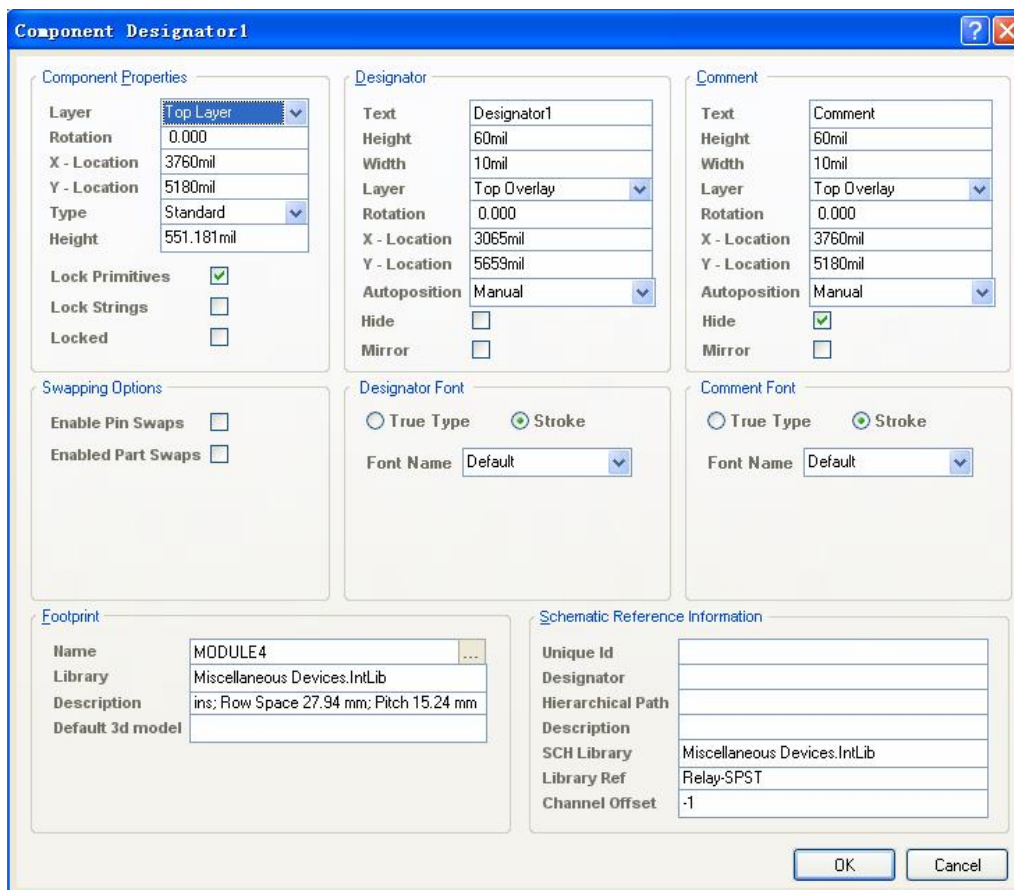

图 5 — 40 组件属性对话框
- 对于 PCB 板上已经放置好的组件，可直接双击该组件，即可打开组件属性对话框，如图 5 — 40 所示。